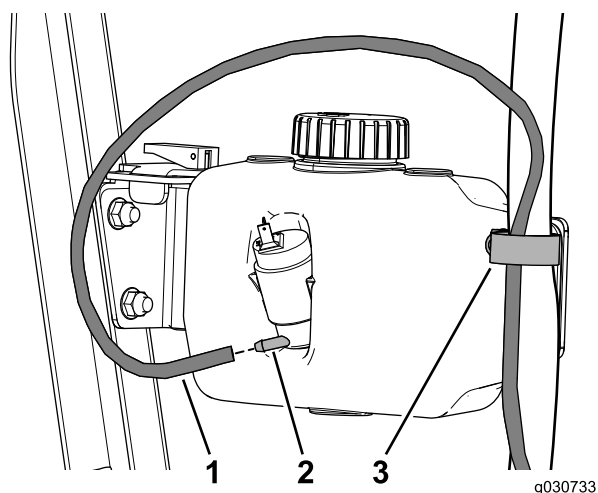

図 40
2. ウォッシャー用ホースをRクランプに通し、ウォッシャーボトルに接続する 図 40。